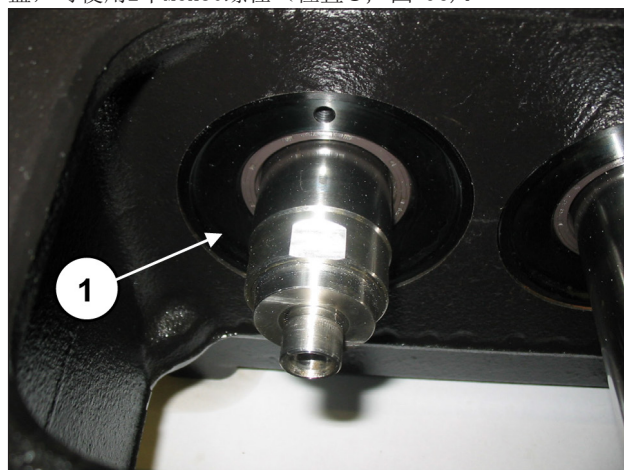
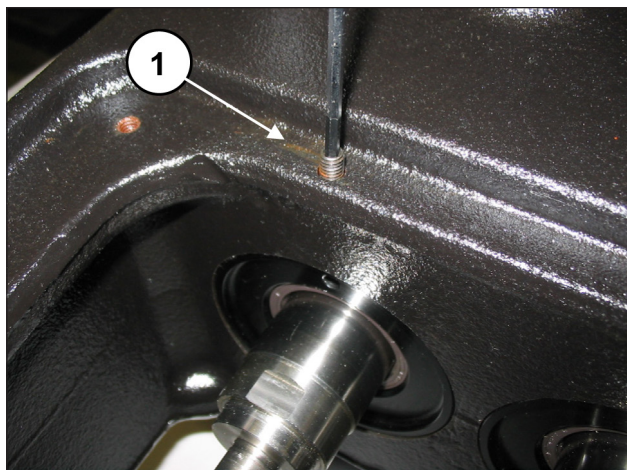

图 95
图 96
将组装好的单元插入泵壳内, 确保盖完全进入其座(位置①, 图 95), 注意不要损坏径向密封环的唇缘。拧紧油封盖, 可使用2个M6x30螺栓(位置①, 图 96)。